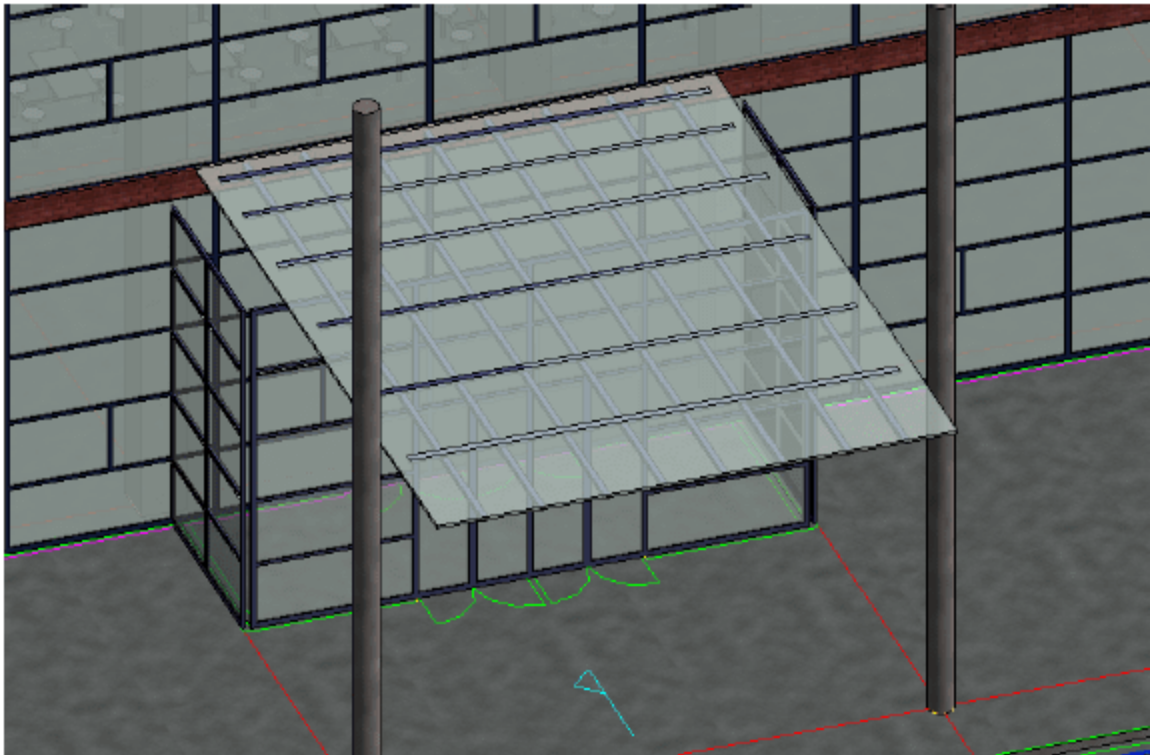

图 10.5.40 插入雨蓬族 2
(2) 插入 B 轴和 C 轴之间与 10 轴相交的雨蓬族。选择“建筑”→“构件”→“放置构件”→“雨蓬族 2”，调整好立面标高，在相应的位置插入雨蓬，如果雨蓬插入的位置不精确，可以按快捷键 M+V 进行调整，调整完成后的雨蓬三维视图如图 10.5.40 所示。